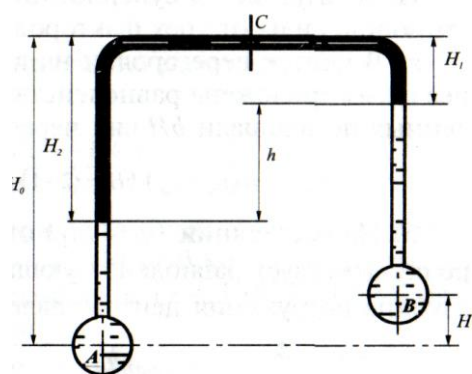

Рис. 3
7. Для указанной схемы (рис. 3) превышение точки В над А равно $H = 40$ см. Для измерения применен керосин $\rho = 750 \text{ кг/м}^3$. Определить разность давления H , в трубах с водой, если $h = 100$ см.